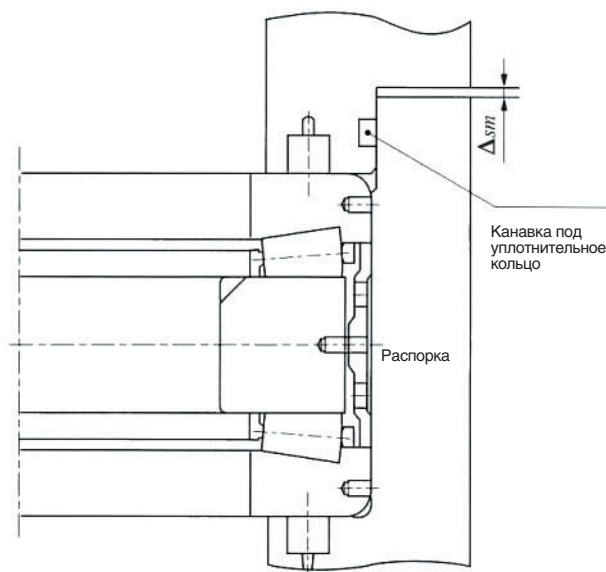

Рис. 3.43 Временная сборка без пружин преднатяга
- (1) Снимите пружины преднатяга из распорки.
- (2) При помощи оправки соберите подшипник в распорку.
- (3) Снимите уплотнительное кольцо и пружину преднатяга с крышки держателя подшипника и установите крышку держателя на распорку.
- (4) Временно затяните болты крышки держателя.
- (5) Замерьте зазор между торцевой поверхностью распорки и поверхностью фланца крышки (Δ_{sp}) плоским щупом в нескольких точках по окружности вокруг болтов и определите среднее арифметическое результатов измерений (Δ_{sm}). (**Рис. 3.43**)
- (6) Установите комбинацию регулировочных пластин (Asm), как описано ниже: